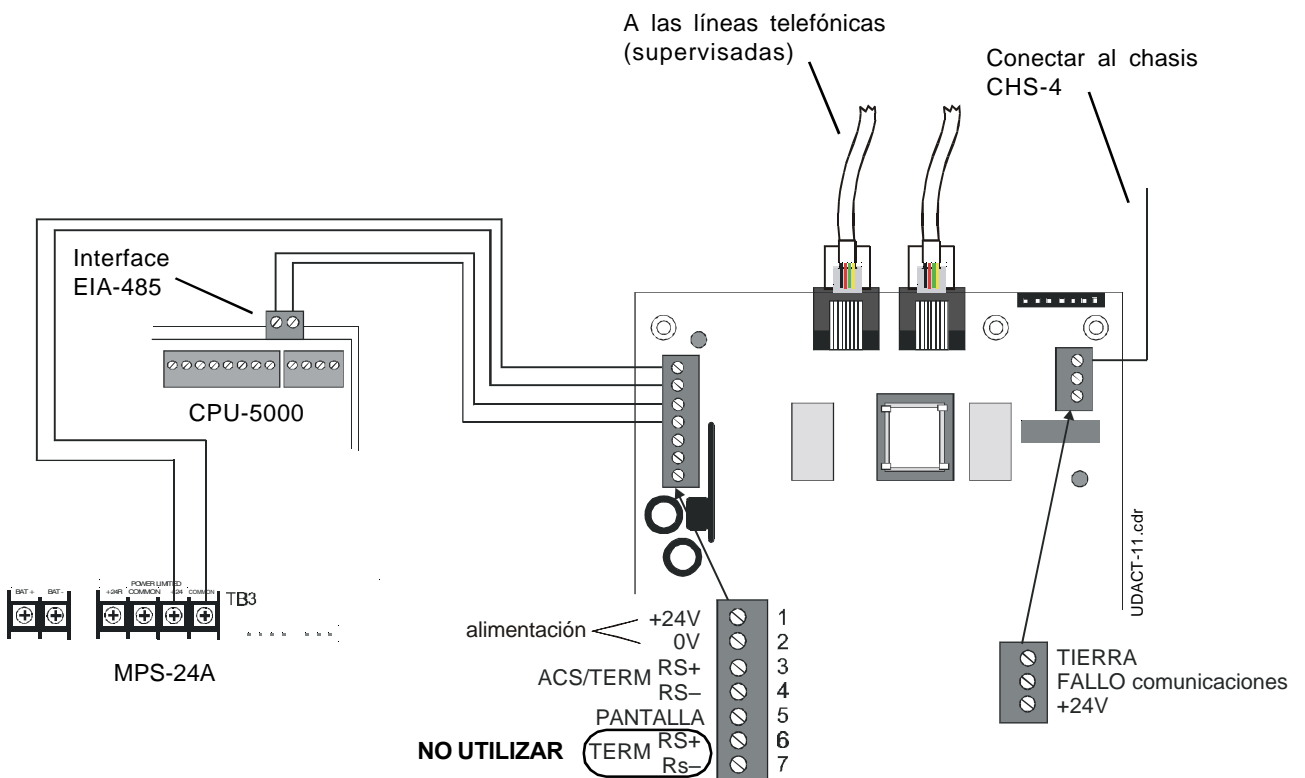

Figura 19. UDACT y Sistema 5000 con MPS-24A
3. No es necesario utilizar cable apantallado (a menos que lo requieran las normas locales). Si utiliza cable apantallado, conecte únicamente un extremo de la pantalla: a) la pantalla se puede conectar a la cabina (toma de tierra) del panel de control o b) la pantalla se puede conectar al terminal 5 (pantalla) del TB1 en el UDACT, tal y como muestra la figura 19.